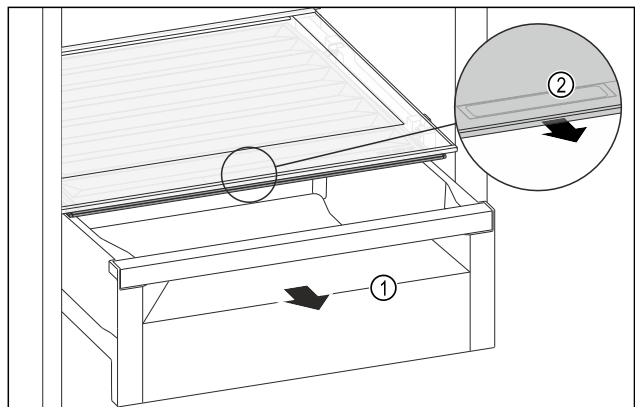

Fig. 111
- ▶ Извлеките выдвижной ящик Fig. 111 (1).
- ▶ Возьмитесь за утопленную ручку Fig. 111 (2) на крышке отделения и одновременно потяните крышку отделения вперед.